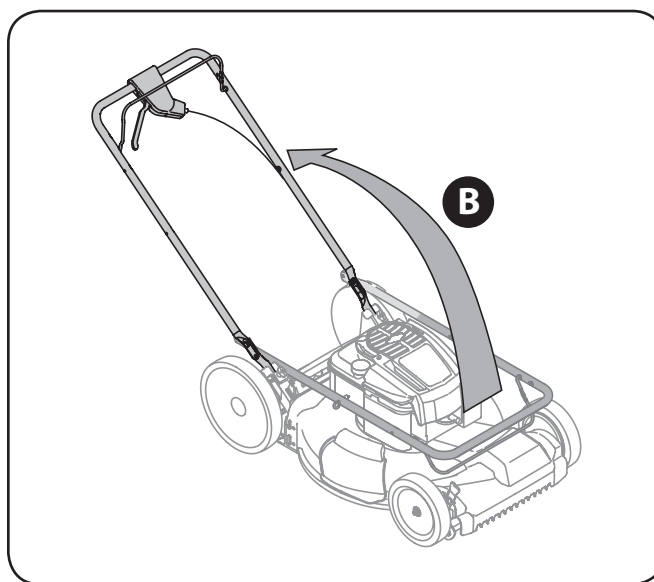

Figure 3-2
- b. Si bien la estabilización de cortacésped por lo que no se mueve, pivote asa superior como se muestra en Figure 3-2. No engarzado cable mientras levanta la palanca hacia arriba.